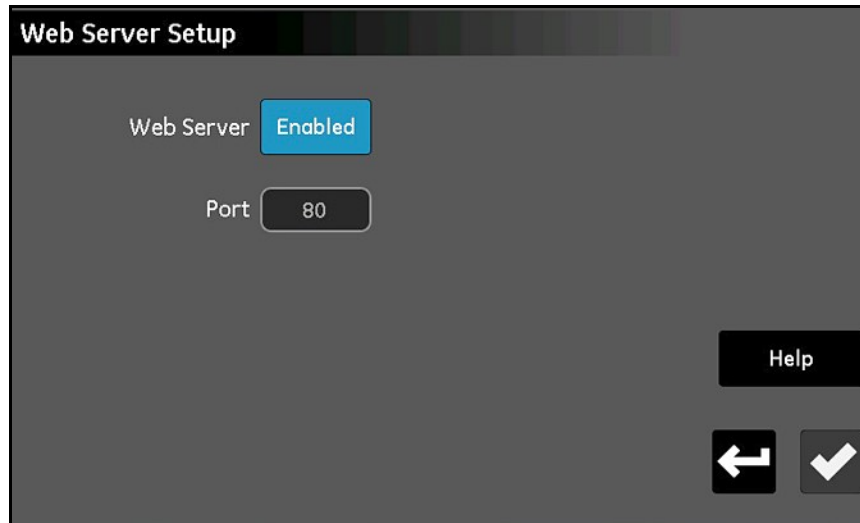

Figura 73: A tela Configuração do Servidor da Web
1. Na tela *Menu Configuração* (veja a *Figura 52 na página 57*), toque no botão **Servidor da Web** para abrir uma tela *Configuração de Servidor da Web* semelhante à *Figura 73* abaixo.